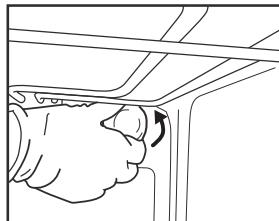
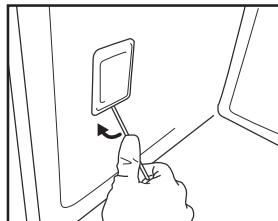

Рис. 6
Рис. 7
2. Викрутіть плафон (рис. 6), замініть лампочку (див. примітку щодо типу ламп) і закрутіть плафон назад (рис. 7).
3. За допомогою викрутки зніміть плафон (рис. 7).